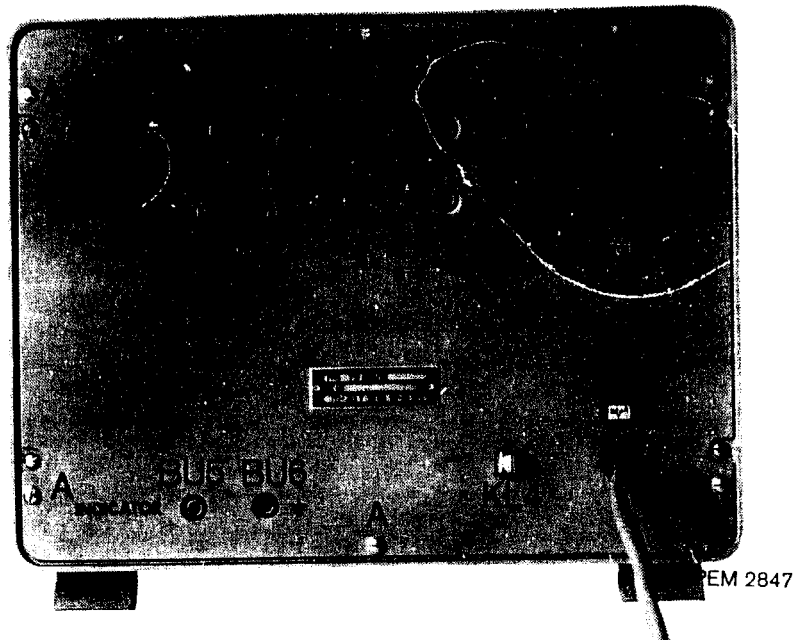

Abb. 1. Rückansicht
2. Sollte die an dem Gerät eingestellte Spannung — zu ersehen in dem auf der Rückseite befindlichen runden Fenster C (Abb. 1) — nicht mit der örtlichen Netzspannung übereinstimmen, so wird nach dem Lösen der Befestigungsschrauben A die Rückwand abgenommen, der runde Spannungswähler herausgezogen, gedreht, bis die gewünschte Spannung oben steht und wieder hineingedrückt.
3. Bei einer Netzspannung von 110 – 145 V muss die 0,16-A-Sicherung, T nach CEE-Norm, durch die mitgelieferte 0,315-A-Sicherung, T nach CEE-Norm, ersetzt werden (VL 1, Abb. 1).
„INDICATOR“ (Abb. 1)
(Abb. 1) |